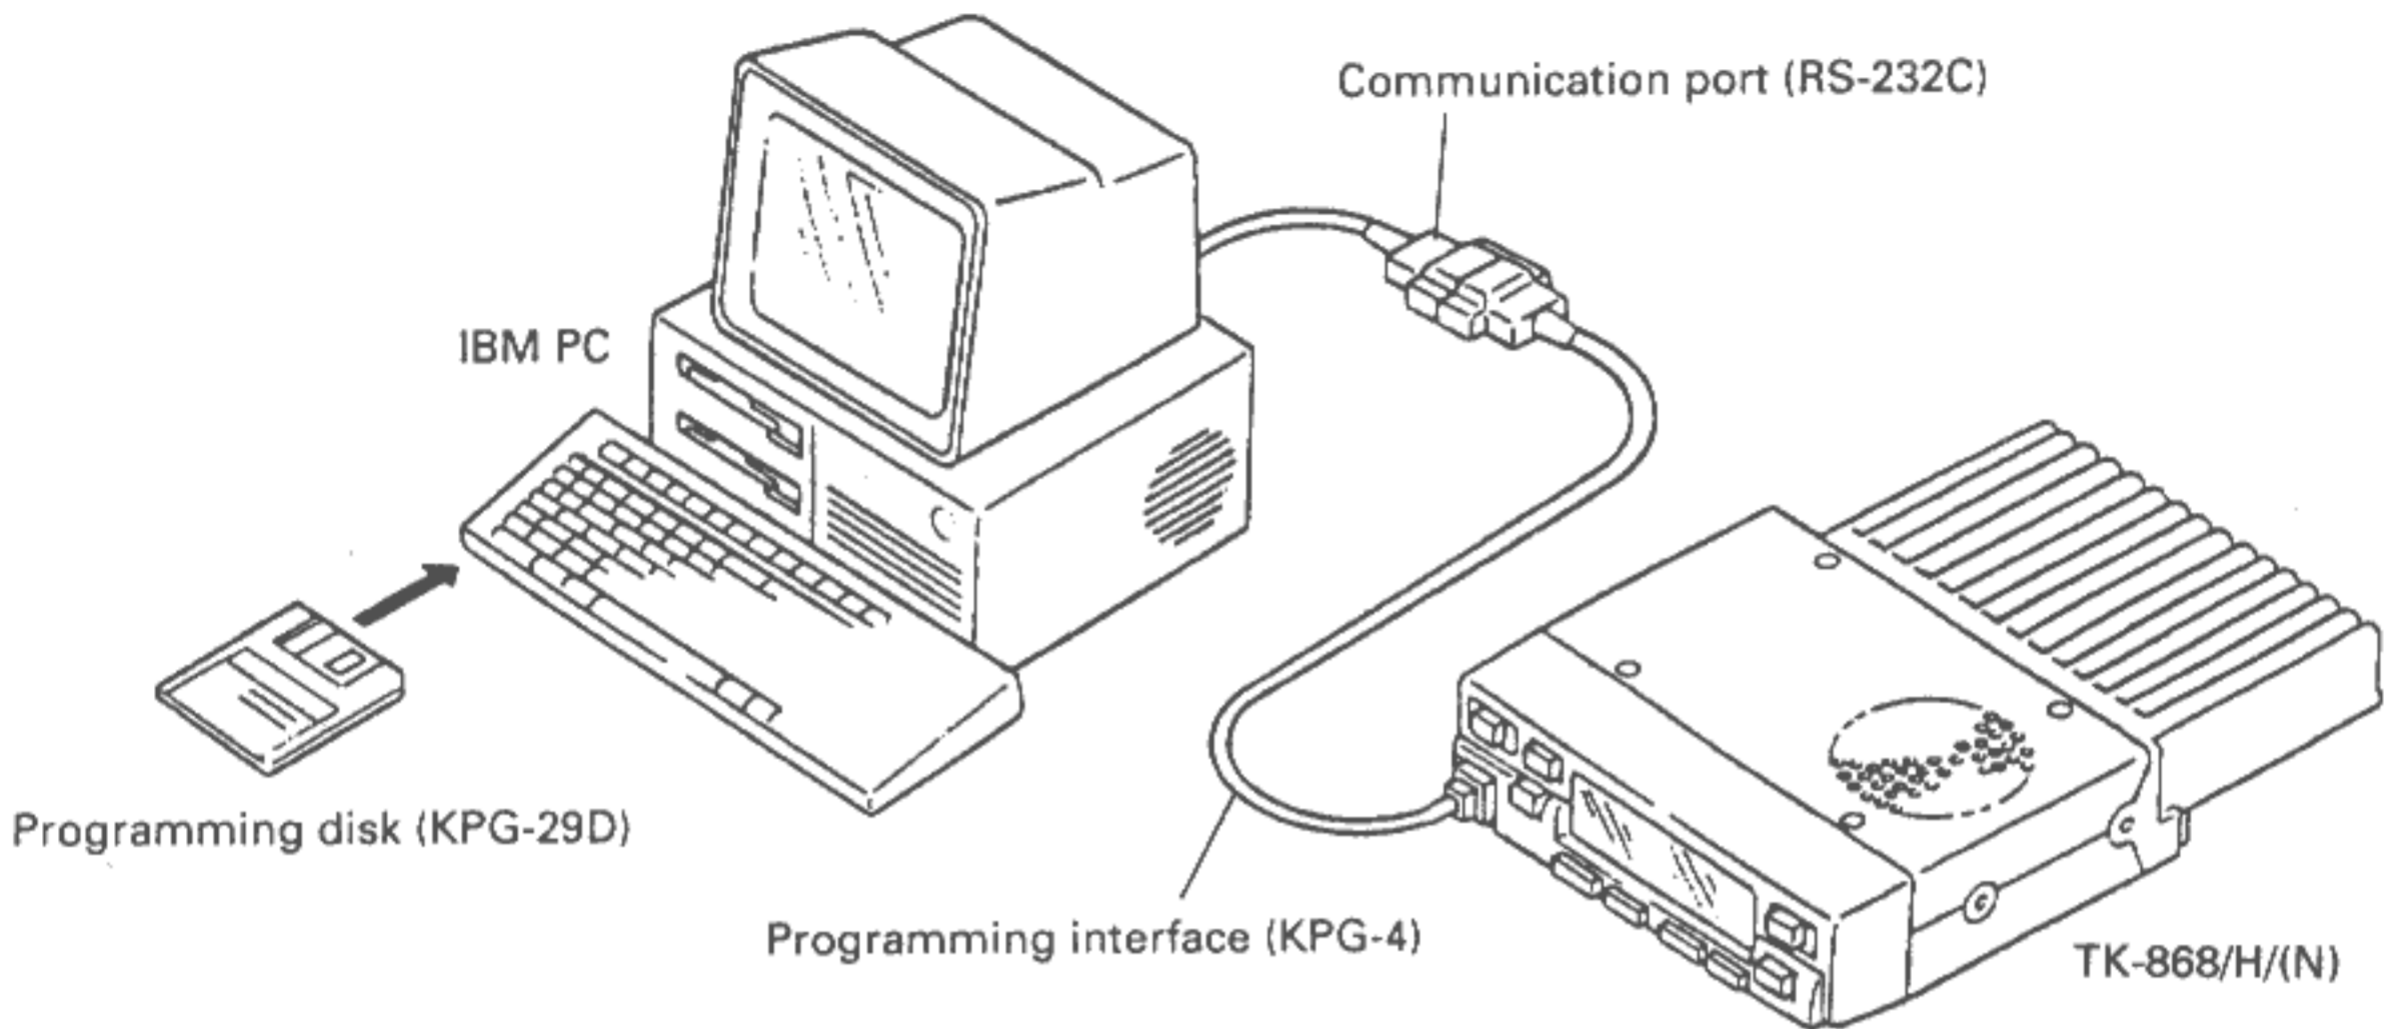

Fig. 1
TK-868/H/(N) 车载机可以使用 IBM PC 个人计算机（或其兼容机），编程接口电缆（KPG-4）和编程软盘（KPG-29D）进行编程设定功能和工作参数。参照图 1 连接计算机和通信机。